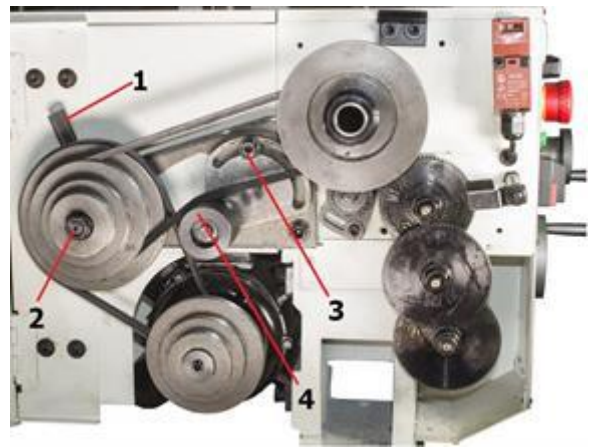

Рис. 10
Для установки и регулировки главной передачи ослабьте гайку M12 (2), вращением настроечной рукоятки (1) по часовой стрелке поликлиновый ремень натягивается; против часовой - ослабляется (рисунок 10).
Для настройки частоты вращения шпинделя ослабьте болт (3) и отведите вниз атяжной ролик (4) (рисунок 10).